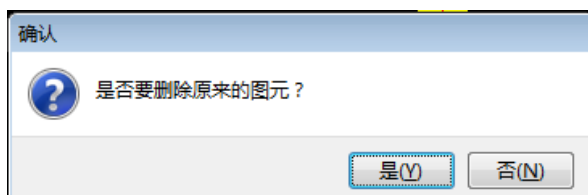
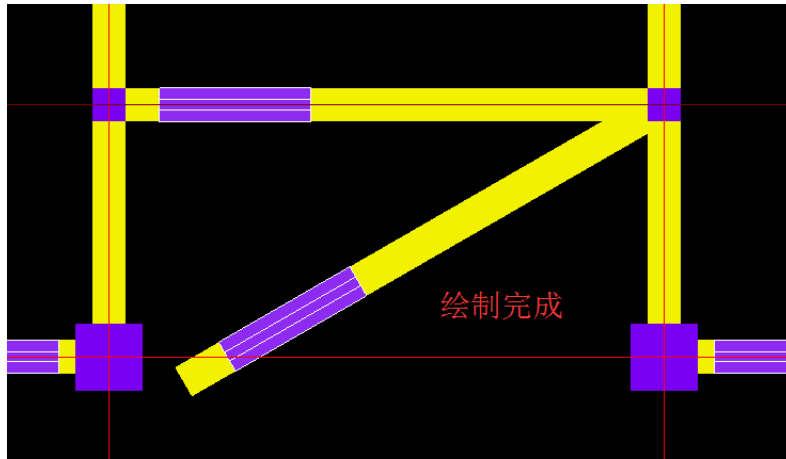

图 2-24 “是否要删除原来的图元”提示框
图 2-25 绘制完成
- ④ 输入旋转角度后，软件会弹出“是否要删除原来的图元”的确认提示框，根据工程实际需要单击“是”或“否”按钮，如图 2-24、图 2-25 所示。